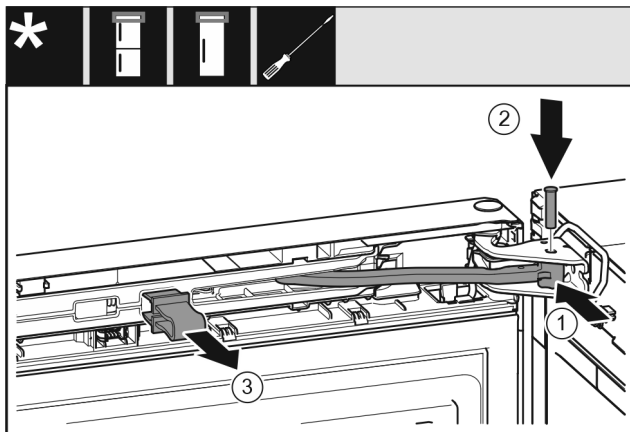

Fig. 21
- ▶ Otočte kloub ve stojanu ložiska. Fig. 21 (1)
- ▶ Vložte čep do stojanu ložiska a kloubu. Přitom dávejte pozor, aby byla zajišťovací vačka správně usazena v drážce. Fig. 21 (2)
- ▶ Vytáhněte pojistku. Fig. 21 (3)